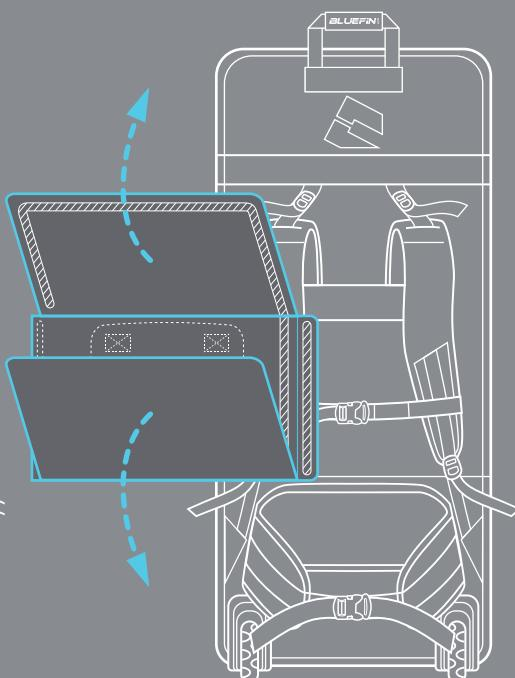

Abbildung 3.
- Klappe die Gurtabdeckung auf, um eine Platte für die Tragegurte zu schaffen, und befestige sie mit dem Klettverschluss am Rand. **Abbildung 3**